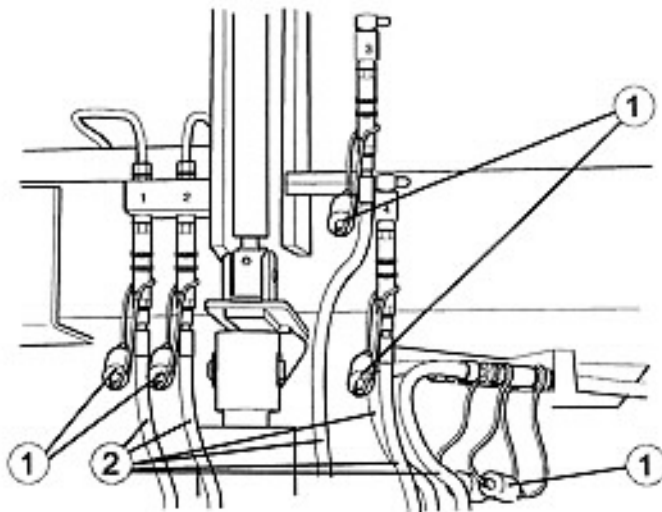

Bild 17 / Fig. 17
- ⇒ Remove the sealing caps (fig. 17, pos.1) from the hydraulic hoses and connectors.
- ⇒ Connect the hydraulic hoses (fig. 17, pos.2) marked "1 - 6" to the corresponding connectors 1 - 6.
- ⇒ Enlever les capuchons (fig.17, pos.1) des tuyaux et connecteurs hydrauliques.
- ⇒ Brancher les tuyaux hydrauliques (fig.17, pos.2) portant les repères 1-6 sur les connecteurs correspondants 1 - 6.
- ⇒ Schutzkappen (Bild 17, Pos. 1) von den Hydraulikschläuchen und Anschlüssen abnehmen.
- ⇒ Hydraulikschläuche (Bild 17, Pos. 2) mit den Markierungen 1-6 an den zugehörigen Anschlüssen 1-6 anschließen.